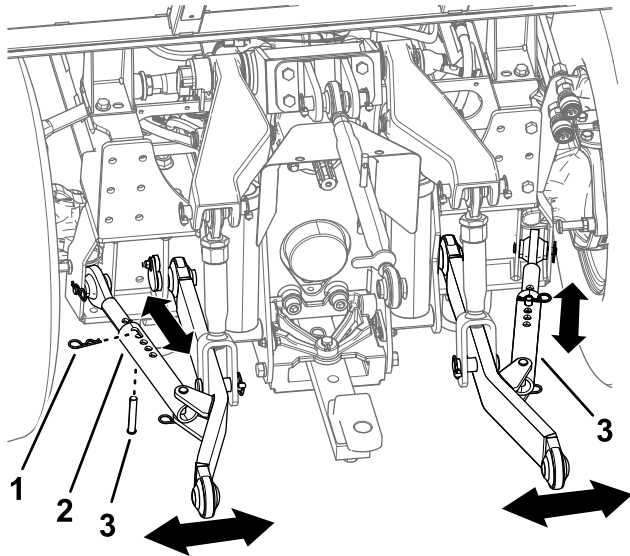

Figura 25
1. Retire el pasador y la chaveta de cada tensor lateral (Figura 25).
2. Ajuste el tensor lateral hacia dentro o hacia fuera hasta que el accesorio esté nivelado (Figura 25).
3. Después de ajustar, sujete el tensor lateral con el pasador y la chaveta (Figura 25).